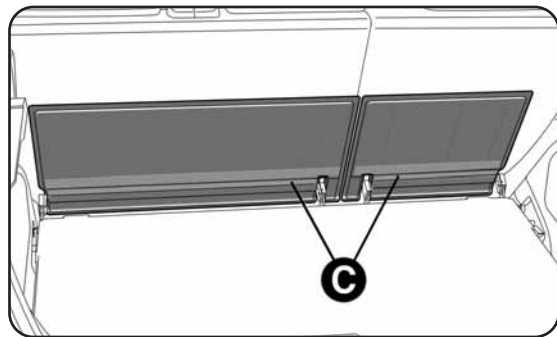

fig. 62
- ruotare sempre le pantine C-fig.62 in modo che siano in posizione verticale contro lo schienale del sedile;